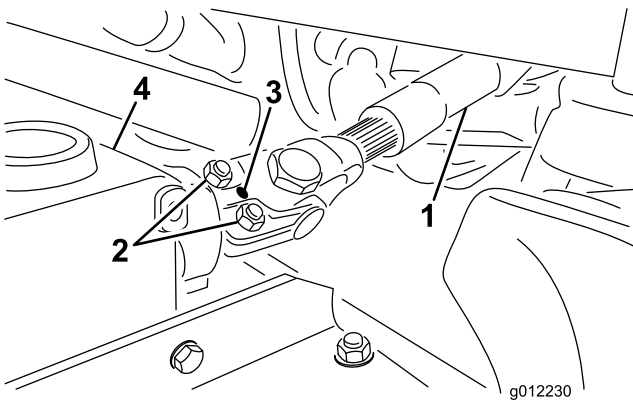

Figure 5
1. Insérez l'arbre de PDF mâle dans l'arbre de PDF femelle (Figure 5). Placez Alignez les trous de montage de l'arbre d'entrée de la boîte d'engrenages en face des trous de l'arbre de PDF, et réunissez-les.
2. Fixez-les ensemble avec une goupille cylindrique (Figure 5).
3. Serrez les boulons et écrous (Figure 5).